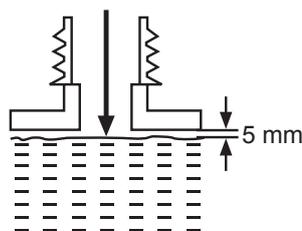

Fig. 14
- > Dévisser et enlever le bouchon du réservoir d'essence (29).
- > Verser l'essence et l'huile bien mélangées dans le réservoir en utilisant un entonnoir à essence muni d'un filtre pour éviter d'introduire des débris dans le réservoir. Ne pas trop remplir. Laisser un espace de 5 mm minimum entre la surface du carburant et le bord interne du réservoir pour permettre son expansion (Fig. 14).